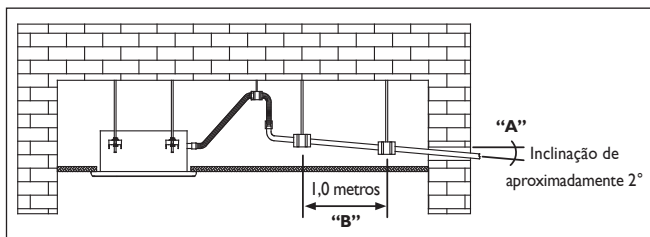

FIG. 49
- Para evitar que a água de condensado escorra para trás, retornando à unidade, o tubo de drenagem deverá ter uma inclinação (um pequeno declive) para baixo em direção ao lado de saída, considere aproximadamente 2° para esta inclinação ("A" - Fig. 49). Evite qualquer saliência (tal como um degrau) ou depósito de água na tubulação.
- Não estique (arraste) demasiadamente o tubo de drenagem ao conectá-lo, para impedir que o corpo venha a puxá-lo. Entretanto, um ponto de suporte deve ser definido a cada 1,0 metro, para evitar que o tubo de drenagem perca eficiência ("B" - Fig. 49). Opcionalmente você pode amarrar o tubo de drenagem com o tubo de ligação para fixá-lo.